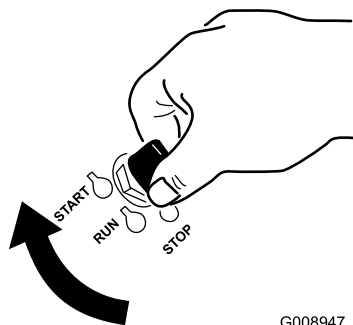

Figura 23
6. Rode a chave da ignição para a posição ARRANQUE (Figura 23).